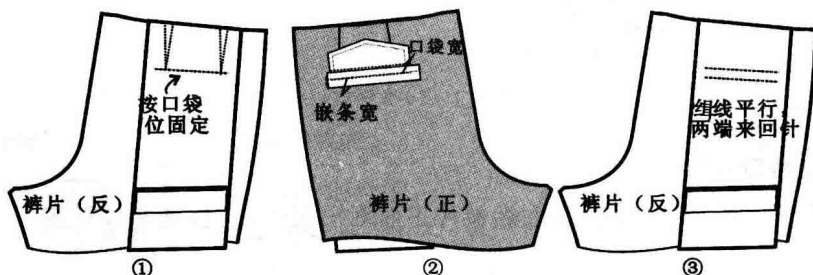

图 1.1-17 缉缝袋布、袋盖与嵌条
缉缝袋布、袋盖与嵌条:在裤片反面按照袋位线丁固定袋布,用长线临时固定(见图 1.1-17-①)。袋盖净样线与口袋上粉印对准缉缝,嵌条固定线与下粉印对准缉缝(见图 1.1-17-②),缉线左右进出一致,宽窄一致,起止针要来回三道(见图 1.1-17-③)。